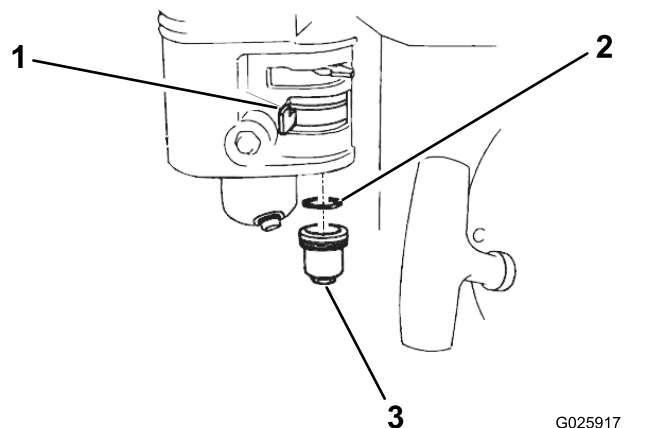

Figura 34
2. Mueva la válvula de cierre de combustible a la posición de DESCONECTADO (Figura 34).
3. Retire la taza de sedimentos del combustible y la junta tórica (Figura 34).
6. Coloque la junta tórica en la válvula de combustible e instale la taza de sedimentos (Figura 34). Apriete firmemente la taza de sedimentos.